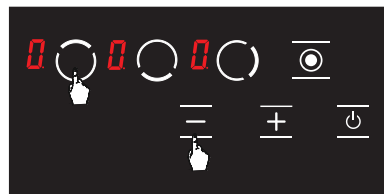

Abbildung 21
2. Berühren Sie die Auswahltaste (**OK**) für die obere linke Kochplatte und die Minustaste (**-**) gleichzeitig, (siehe Abb. 21) Dabei ertönt ein kurzer Signalton. Danach werden die Finger vom Bedienfeld des Herds entfernt.